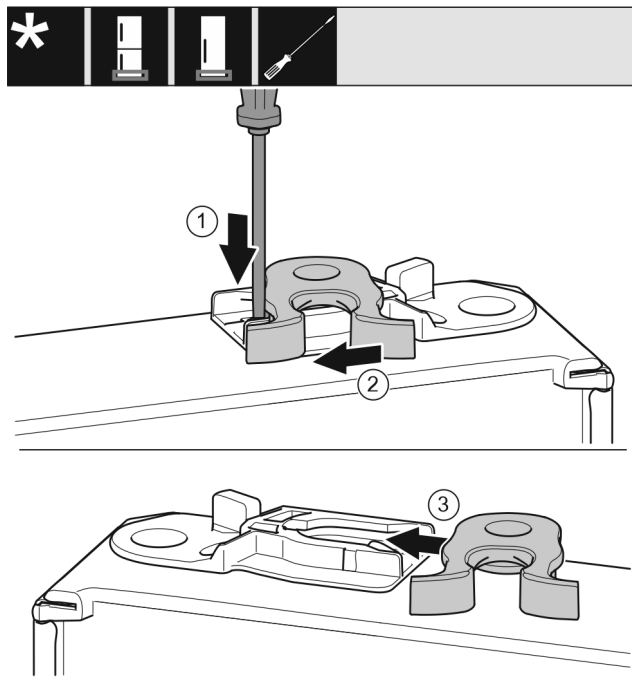

Fig. 18
- Apăsați în jos eclisa Fig. 18 (1) cu șurubelnița plată.
- Trageți cârligul de închidere Fig. 18 (2) din ghidaj.
- Împingeți pe partea opusă cârligul de închidere Fig. 18 (3) în ghidaj.